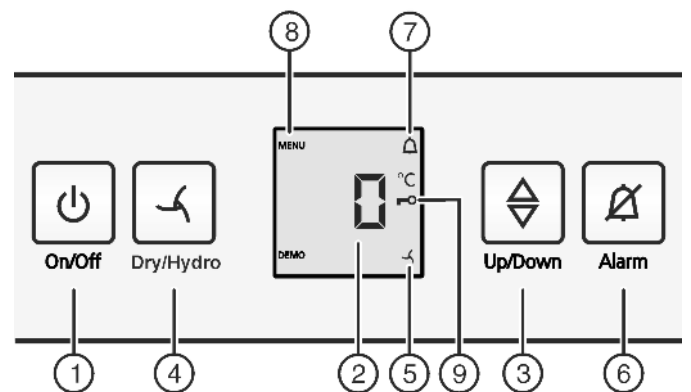

Fig. 2
- ▶ Натиснете бутона On/Off Fig. 2 (1).
- ▶ Активиране на режим настройки: Натиснете бутон Dry/Hydro Fig. 2 (4) за ок. 6 сек.
- ▷ Символът Меню Fig. 2 (8) светва.
- ▶ Натиснете за кратко бутона Dry/Hydro Fig. 2 (4), за да потвърдите.
- ▶ За включване на защитата от деца натиснете за кратко бутона Dry/Hydro Fig. 2 (4).
- ▷ Символът Защита от деца Fig. 2 (9) светва. На индикатора мига **с**.
- ▶ За изключване на защитата от деца натиснете за кратко бутона Dry/Hydro Fig. 2 (4).
- ▷ Символът Защита от деца Fig. 2 (9) угасва. На индикатора мига **с**.
- ▶ Деактивиране на режима на настройка: Натиснете бутона On/Off Fig. 2 (1).
- ▶ Натиснете бутона Аларма Fig. 2 (6).